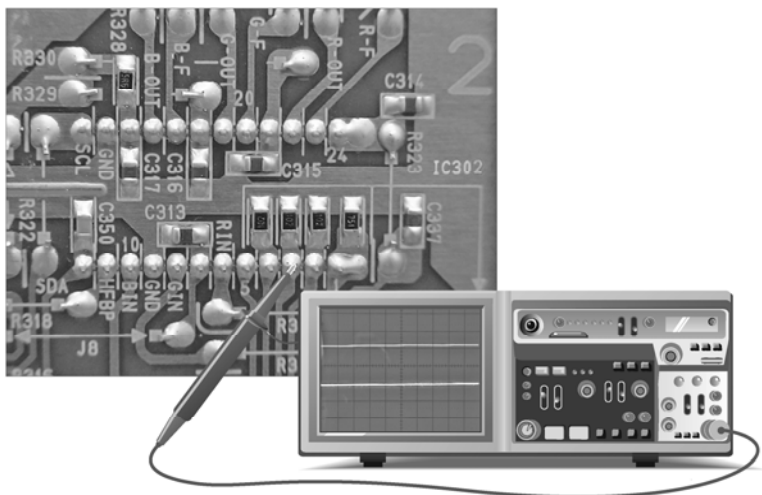

图 2-40 检测字符 G 信号的波形
将示波器探头放到视频预放集成电路 TDA4887PS 的③脚上对字符 G 信号进行检测, 适当调整示波器, 具体操作及信号波形如图 2-40 所示。